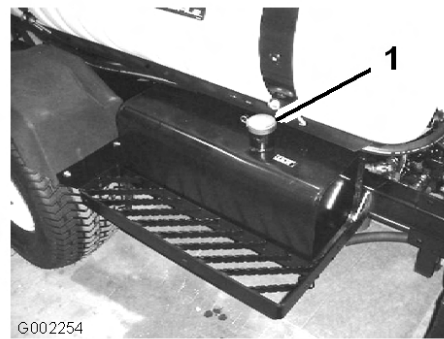

Figura 57
3. Limpe a zona em redor da tampa do depósito de óleo hidráulico e retire-a (Figura 57).